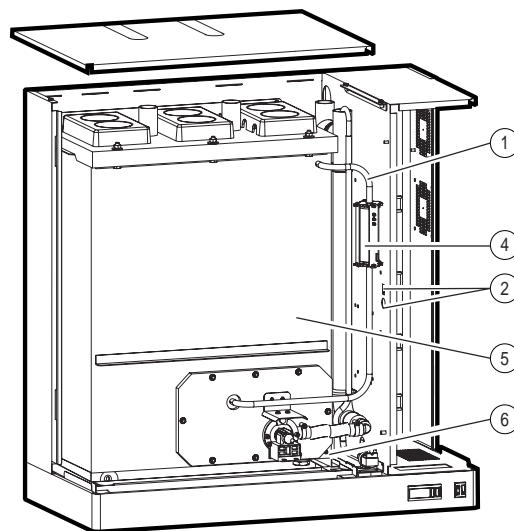

Рис. 14.1.2
1. Снимите крышку увлажнителя (над гидравлической секцией), предварительно отвинтив винты (Рис. 14.1.2)
3. Отсоедините от цилиндра быстросъемный разъем датчиков (Рис. 14.1.2 - п.2)
4. Отсоедините от крышки цилиндра балансирующую трубку с регулятором уровня (Рис. 14.1.2 - п.1)
6. Снимите винт контакта заземления цилиндра (Рис. 14.1.2 - п.5)
7. При наличии наружной теплоизоляции снимите ее с цилиндра (Рис. 14.1.2 - п.4)